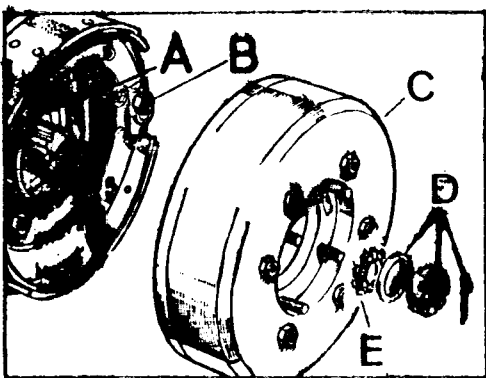
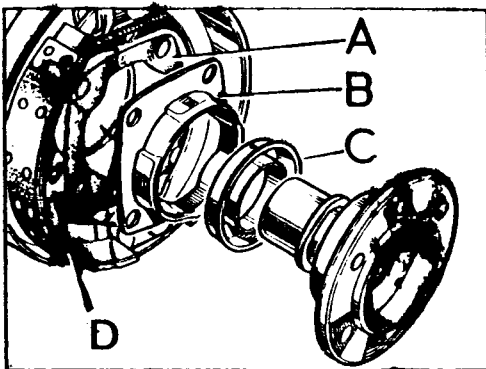

Fig. C-22 Brida de salida y tambor de freno
Fig. C-23 Retén de aceite para el freno a la transmisión
- 1.4. Retirar los elementos de fijación del tambor, D (Fig. C-22), y aflojar el -- ajustador del freno.
- 1.5. Desmontar el conjunto, C (Fig. C-22)
NOTA: El deflector de aceite, B (Fig. C-23) y la junta, A, evitan que las fugas de aceite de la caja del velocímetro, pudieran llegar hasta el freno a la transmisión.
- 2.1. Extender una capa de compuesto sellador en ambos costados de la junta, A - - (Fig. C-23) apretando las tuercas, B (Fig. C-22) al par de 1.3 á 1.8 mkg. - Continuar el montaje en órden inverso, apretando la tuerca, D, al par de - - 11,75 mkg.